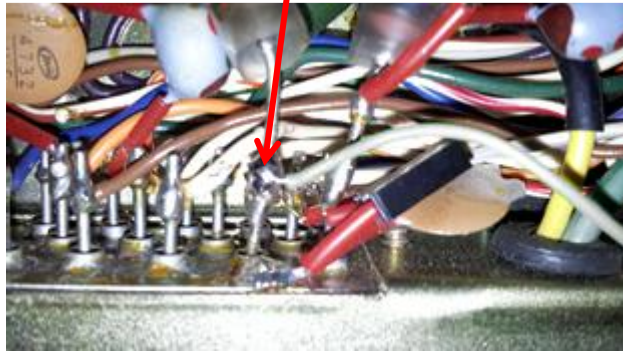

Abbildung 5
- Verlegen Sie den weissen Draht, welcher an der neuen Anzeigeplatine angelötet ist, bis an die Rückwand und löten Sie ihn am Anschluss (+13.8V) der Kabeleinführung an (siehe Abbildung 5).